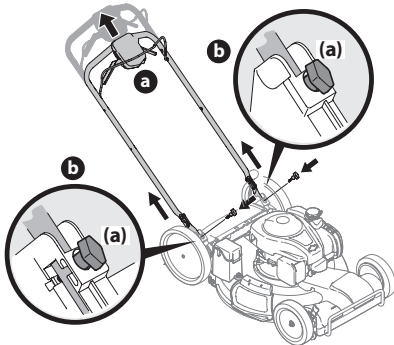

Figura 2-4
- Tire hacia arriba en la manija hasta que los orificios de la manija inferior (mostrados en la vista en corte) se alineen con los orificios de la ménsula de la manija. Consulte la Figura 2-4.
- Inserte los pernos T (a), quitados en el paso 4, a través de la ménsula de la manija y la manija inferior, y ajuste bien para asegurar la manija en el lugar. Vea la Figura 2-4.